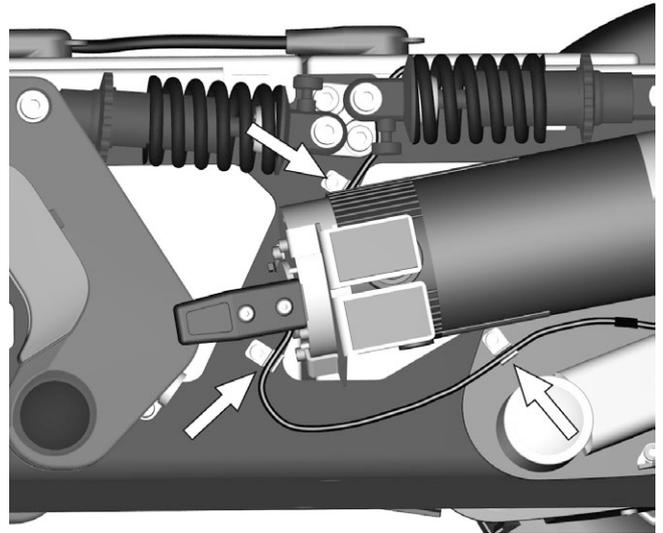

Abbildung 127. Das Kabel wird mit drei Kabelhaltern an der linken Fahrgestellseite montiert.
7. Kabel am Kabelhalter an der linken und rechten Fahrgestellseite montieren. Siehe Abbildung. 127.